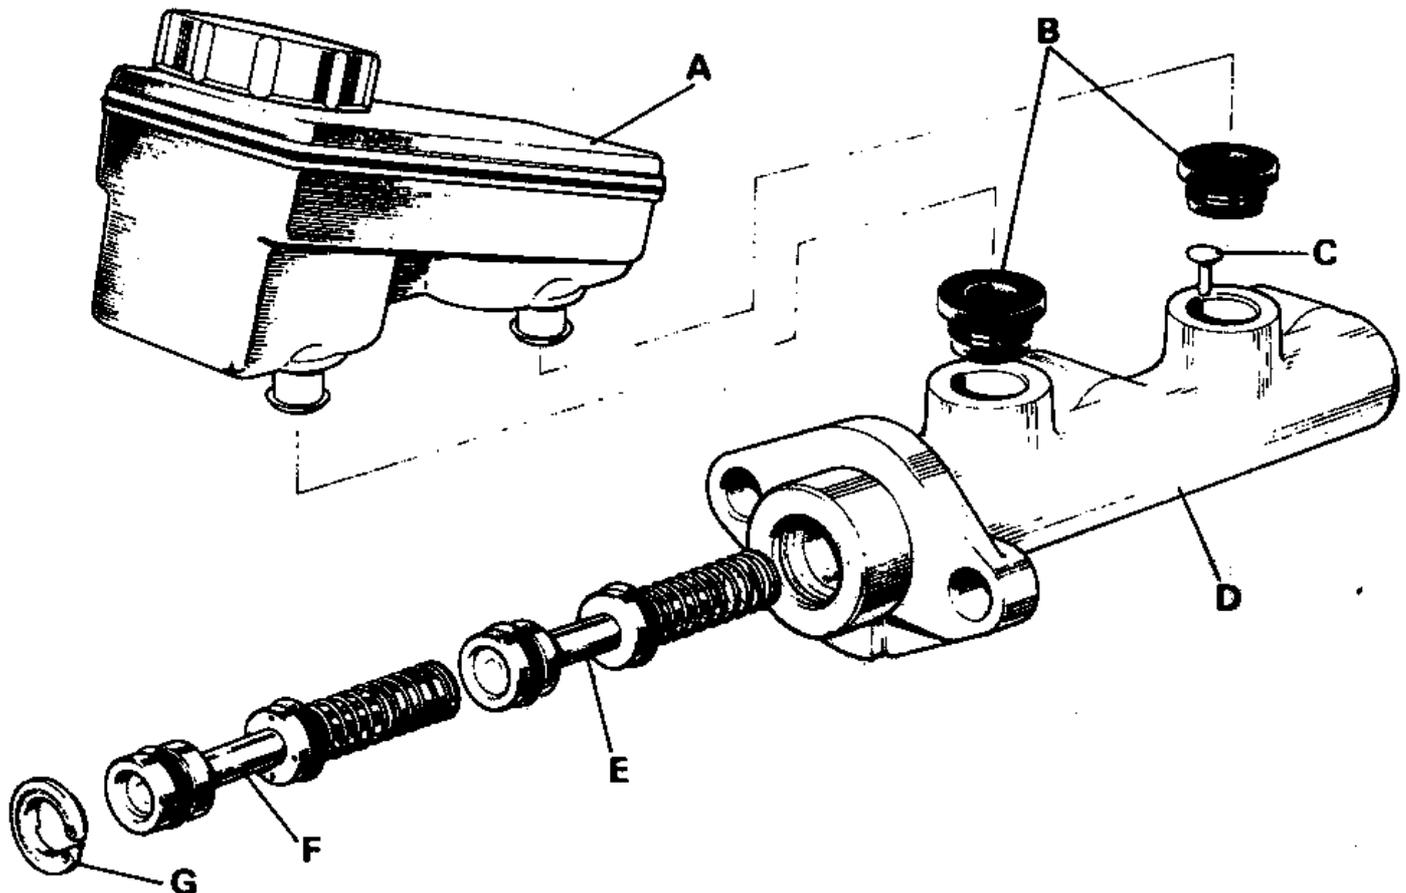

Рис.9.26. Главный тормозной цилиндр (Разд. 15)
Нажмите на шток, чтобы разгрузить стопорное кольцо, и удалите его (Рис.9.26). Оно устанавливается только на время транспортировки.
2. Нажмите на шток, чтобы разгрузить стопорный штифт поршня и удалите штифт (Рис.9.26).
14. Нажмите на шток и установите на место стопорный штифт (Рис.9.26).